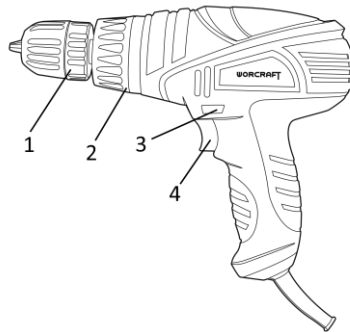

Рисунок 1
**4.1** Встановіть необхідний крутний момент за допомогою кільця регулятора моменту затягування (2) (див. рисунок 1).
**4.3** Для включення виробу натисніть на курок вимикача (4) (рисунок 1). Для відключення виробу слід курок відпустити. Регулювання швидкості обертання патрона здійснюється ступенем натискання на клавішу вимикача.